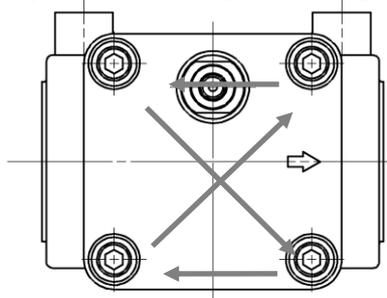

図 5-1 六角穴付ボルトの締付方法
- ①運転を停止してください。
- ②本フィルタが設置されているシステム機器の圧力計で圧力がゼロであることを確認してください。
- ③IN, OUT の順番にバルブを閉じてください。
- ④ドレンプラグを緩めた後、カバーの六角穴付ボルトを緩めて(図 5-1 参照)内部の流体をドレンポートより全て排出してください。
- ⑤カバーの六角穴付ボルトを取外してください。
- ⑥カバーを引き上げて取外してください。カバーとエレメントが一緒に持ち上がります。
#### 【5】六角穴付ボルト締付「図 5-1 参照」